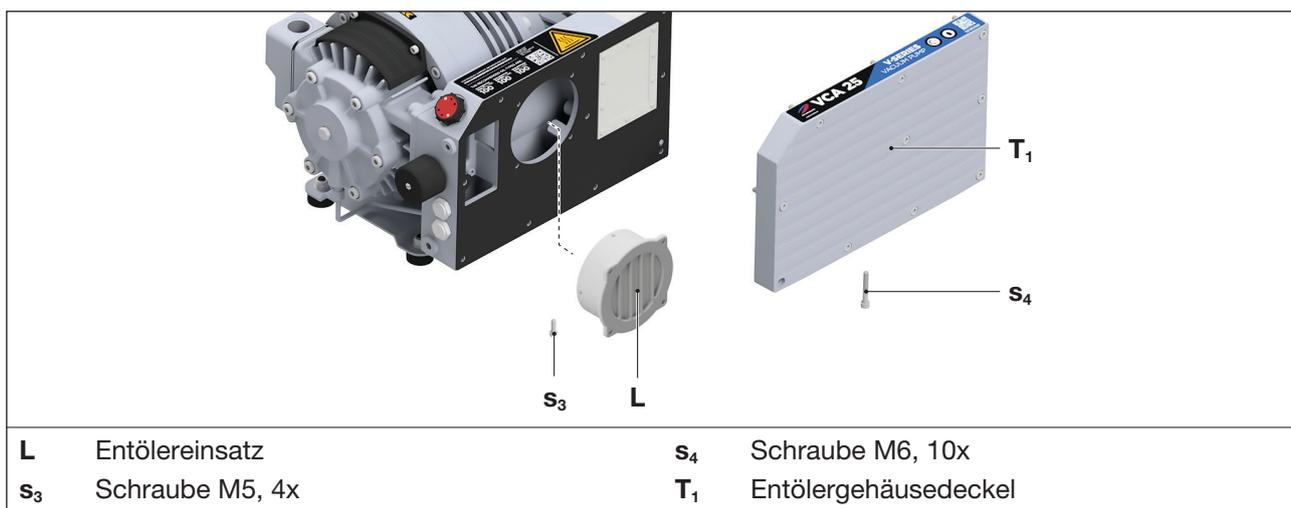

Abb. 8 Entölereinsatz
- b) Schrauben (Abb. 8/s4) am Entölergehäusedeckel (Abb. 8/T1) lösen und Entölergehäusedeckel (Abb. 8/T1) abnehmen.
- c) Schrauben (Abb. 8/s3) am Entölereinsatz (Abb. 8/L) lösen und Entölereinsatz herausnehmen.
- d) Neuen Entölereinsatz (Abb. 8/L) einsetzen und mit den Schrauben (Abb. 8/s3) befestigen. Schrauben handfest anziehen.
- e) Entölergehäusedeckel (Abb. 8/T1) wieder aufsetzen und mit den Schrauben (Abb. 8/s4) befestigen. Anzugsmoment: 10 Nm
- Die Ringschraube am Motor (Abb. 8/m) fest anziehen und Hebezeug an der Ringschraube des Motors befestigen. Sind keine Ringschrauben vorhanden, den Motor mittels Rundschlingen aufhängen.